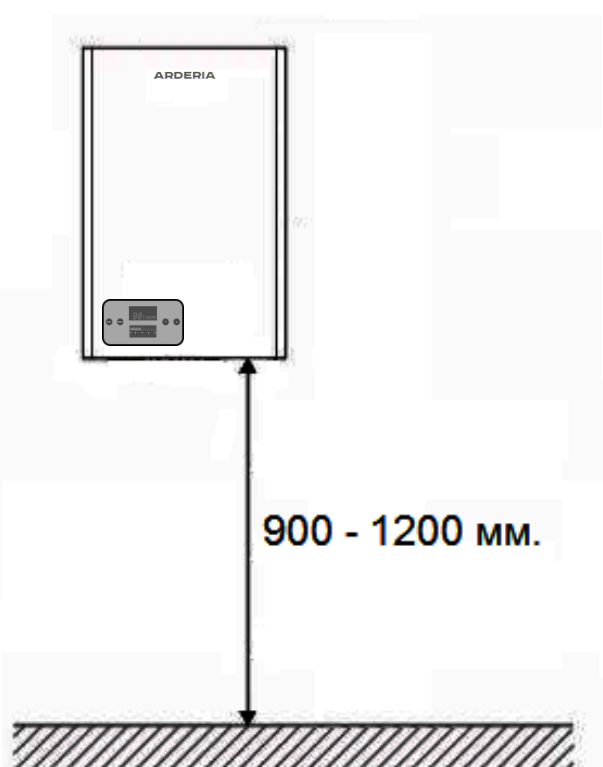

Рис. 9
- Высота установки котла должна быть удобной для эксплуатации, ремонта и обслуживания. **Рекомендуемая высота** установки котла от 0,9 до 1,2 м. определяется от уровня чистого пола до нижнего основания корпуса котла (См. Рис. 9)
- Электрокотёл вешается на крепёжные элементы, которые крепятся в стену. В качестве крепёжных элементов **рекомендуется** использовать анкерные болты, крепёжные шпильки, дюбель-гвозди, шурупы и саморезы, как в комплекте с дюбелями, так и отдельно. Выбор крепёжного элемента зависит от материала стены и нагрузки. Электрокотёл навешивается своими двумя монтажными отверстиями, расположенными вверху, на задней стороне корпуса на крепёжные элементы (См. Рис. 9).